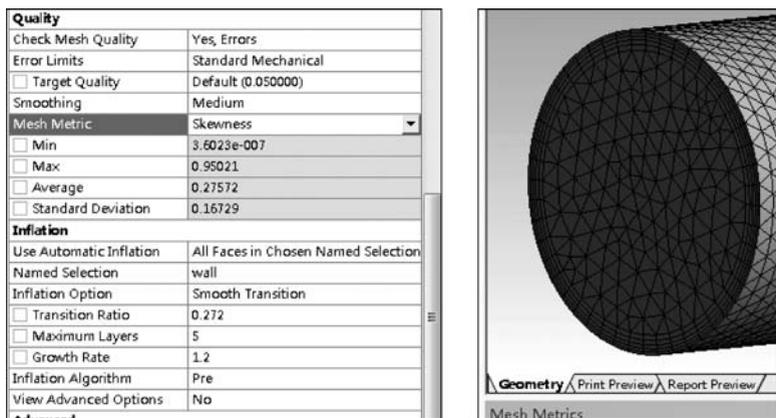

图 3.38 设置膨胀层
(5) 如图 3.38 所示,在 Quality 中将 Mesh Metric 设置为 Skewness。在 Inflation 中将 Use Automatic Inflation 设置为 All Faces in Chosen Named Selection,选择刚创建的 wall,